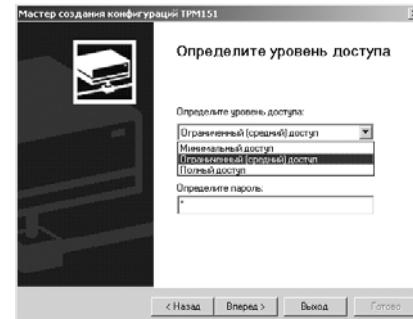

Рис. 27
**Если модификация успешно считана,** на экране сразу появится окно с приглашением выбрать уровень доступа (см. рис. 27).
Нажмите клавишу [Вперед>] – откроется окно с приглашением выбрать уровень доступа (рис. 27). Переходите к п. 4.